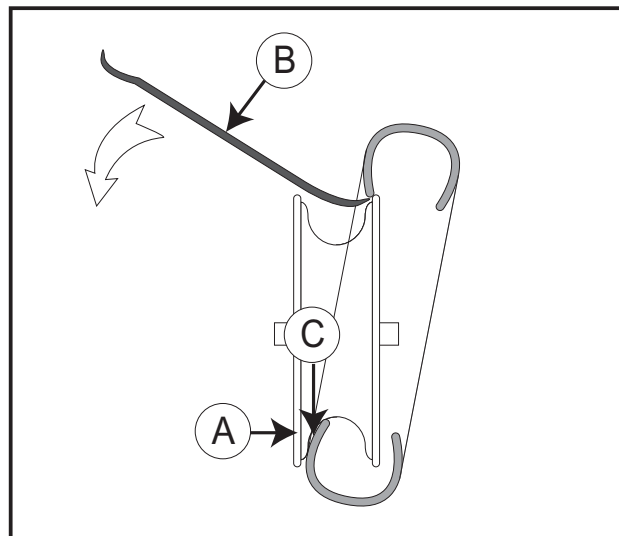

Figura 27
- La figura 27 illustra la posizione corretta della cintura di sicurezza.
Sostituzione degli pneumatici a camera d'aria *Figura 27*